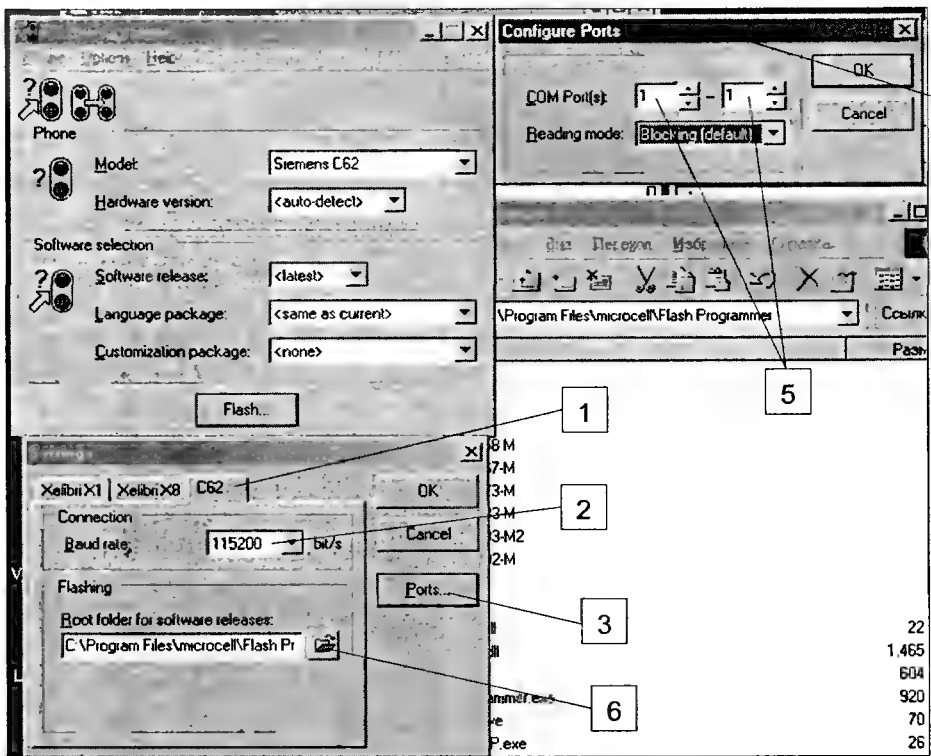

Рис. 2.6
Загружают программу и нажимают последовательно кнопки OPTIONS и SETTINGS. В открывшемся окне Settings (рис. 2.6) вначале выбирают опцию C62 (1 на рис. 2.6), а затем скорость обмена через COM-порт — 115200 бит/с (2). Потом нажимают кнопку Ports (3) и в окне Configure Ports (4) выбирают номер COM-порта (5).